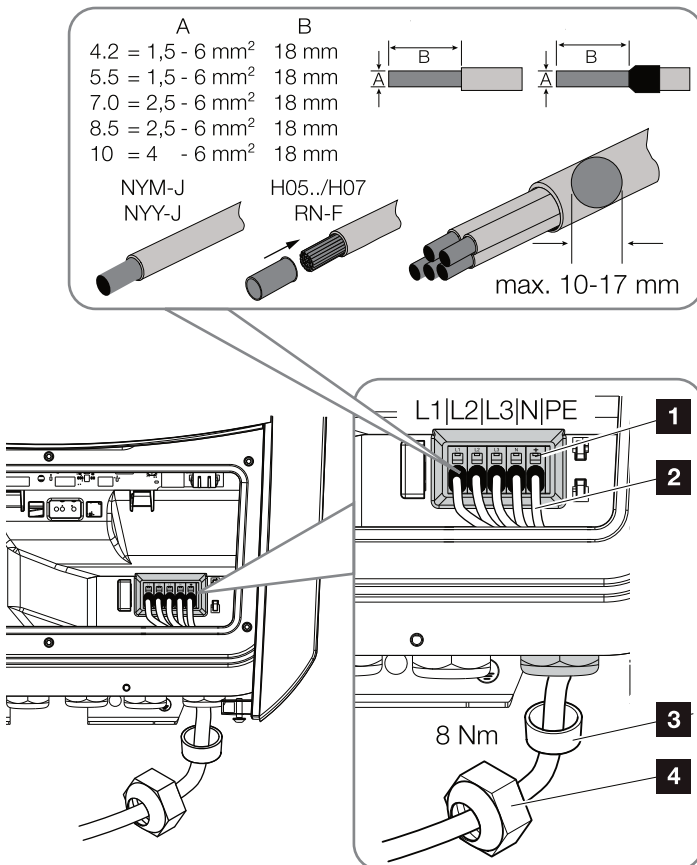

Abb. 23: Netzzuleitung am Wechselrichter anschließen
9. Die Adern der Netzzuleitung entsprechend der Beschriftung an der AC-Anschlussklemme anschließen. **!** **↗** **Abb. 23, Pos. 1**